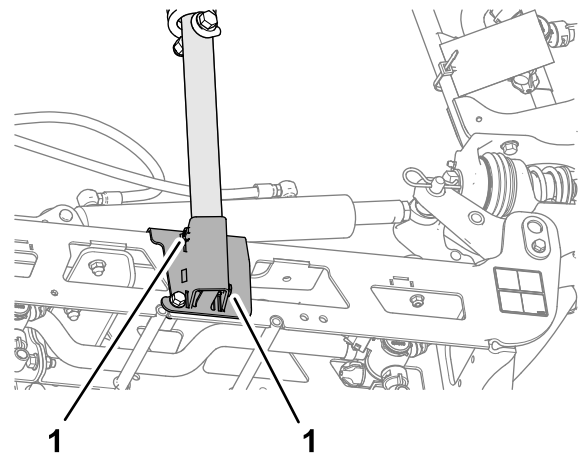

Figure 107
3. Desserrez les 2 vis qui fixent le tube inférieur du berceau (Figure 107).